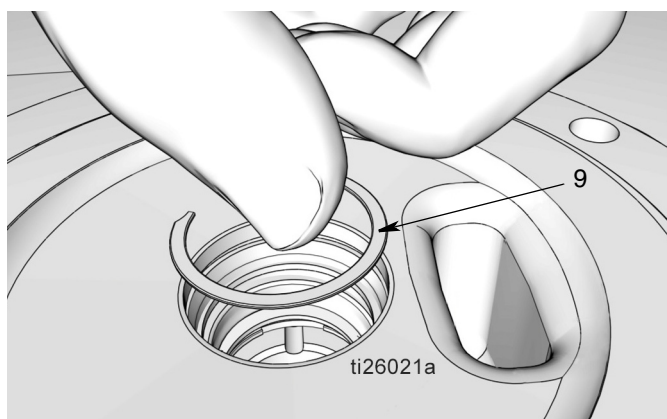

FIG. 41
- j. Monter l'anneau de retenue (9) (FIG. 41). Un « clic » doit retentir lorsque l'anneau de retenue arrive en appui dans la gorge.